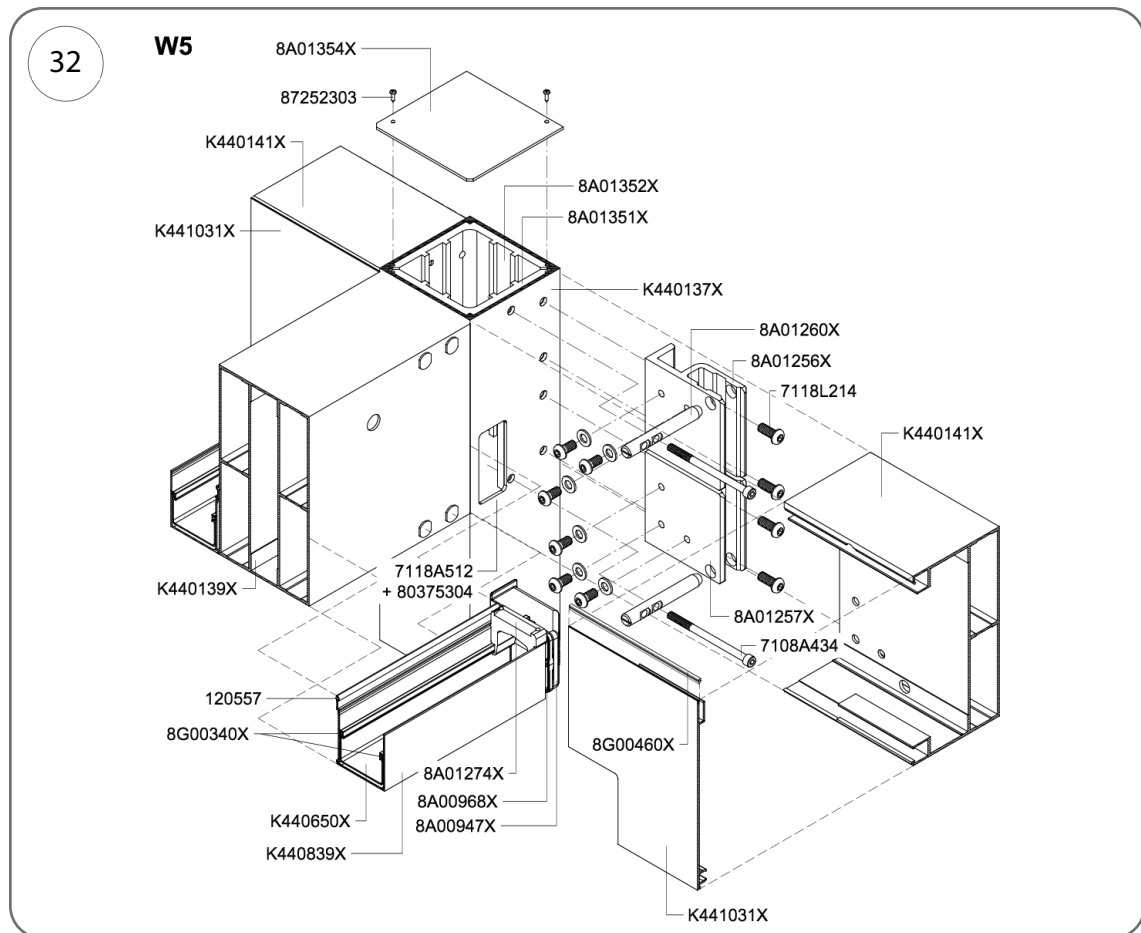

Fig. 32
3. Far passare le viti (cod. art. 7108A434) (M8 x 120 mm) attraverso i fori nei perni 8A01260X e avvitarli sul lato dei connettori della colonna intermedia 8A01351X e 8A01352X nel caso del nodo W5 con un travetto intermedio (Fig. 32), oppure far passare i bulloni (cod. art. 7108A434, M8 x 120 mm) attraverso i fori nei perni 8A01260X e avvitarli sul lato del connettore della colonna intermedia 8A0101258X nel caso del nodo W6 con un arcareccio intermedio (Fig. 33).